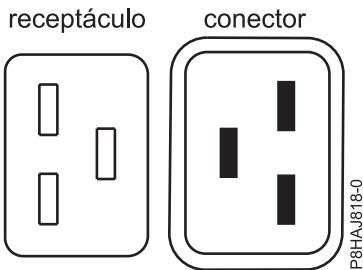
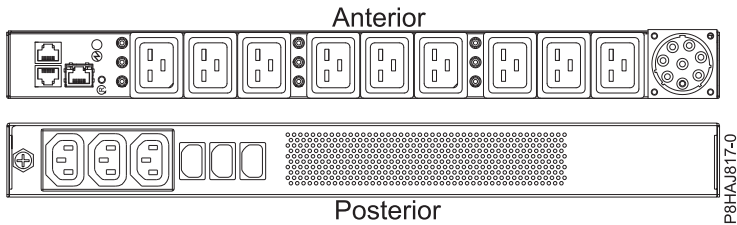

Figura 39. Conectores para o sistema 8408-44E
Figura 40. PDU para o sistema 8408-44E
A figura Figura 38 na página 56 mostra os conectores suportados para corrente alternada (AC) e corrente contínua de alta tensão (HVDC). As figuras Figura 39 na página 56 e Figura 40 na página 56